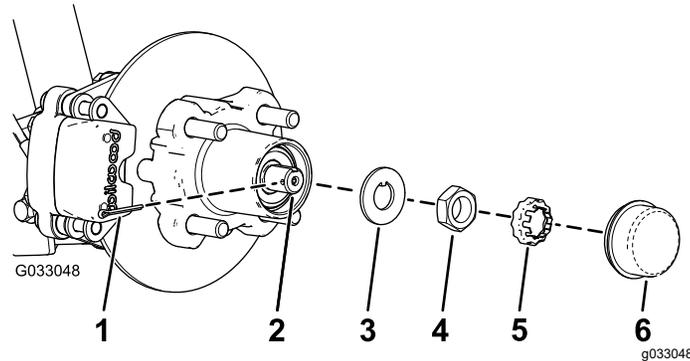
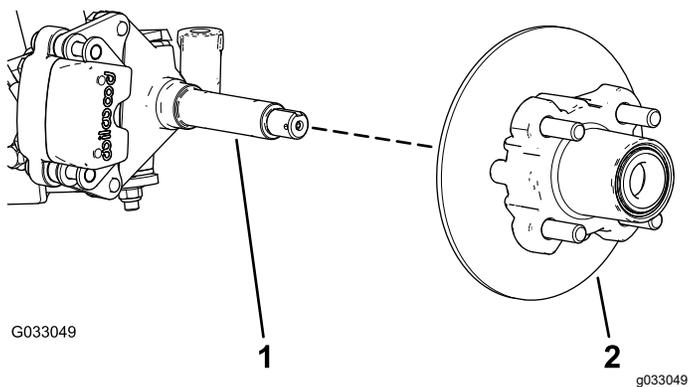

Bild 30
Bild 31
4. Nehmen Sie den Staubdeckel von der Radnabe ab (Bild 30).
5. Nehmen Sie den Splint und die Mutterbefestigung von der Spindel und der Spindel Mutter ab (Bild 30).
6. Nehmen Sie die Spindel Mutter von der Spindel ab und trennen die Radnabe und den Drehzylinder von der Spindel ab (Bild 30 und Bild 31).